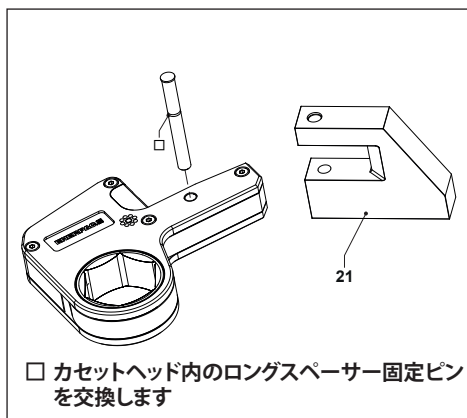

図7
3.4.2 WRPシリーズリアクションパドルを取り付けるには (図7)
- ・ カセットの穴にパドルの穴を合わせながら、WRPシリーズリアクションパドル (21) のスペース内にカセットを取り付けます。